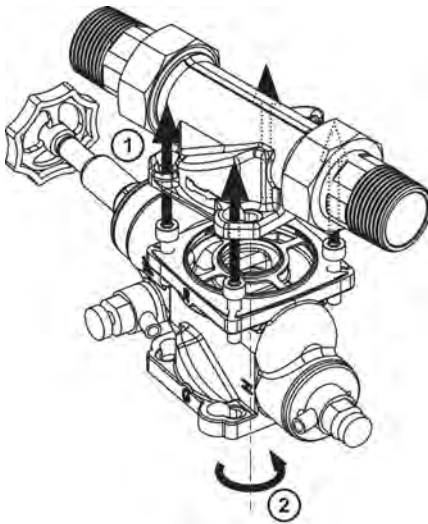

Abb. 8: Schrauben durchführen und einrasten
2. Den Anschlussblock an den Flansch (G) des eingebauten Umgehungsventils ansetzen und die Schraubenköpfe durch die Bajonettbohrungen des Umgehungsventils führen (Befestigungsprinzip siehe Abbildung 8).